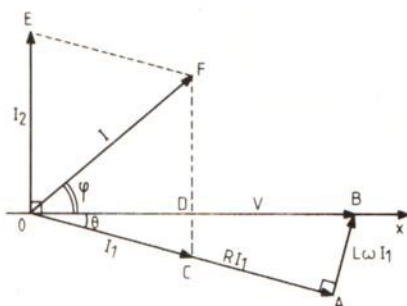

Figure 2
1° Dans la construction de Fresnel réalisée figure 2,
La sortie (7) de l'amplificateur opérationnel ne commande pas directement les LED, contrairement au schéma simplifié de la figure 2, mais par l'intermédiaire de deux transistors, un N-P-N, T₁₃ pour la LED rouge « en charge », et un P-N-P, T₁₄ pour la LED verte « charge finie ». On peut ainsi demander moins de courant à la sortie de l'amplificateur opérationnel.